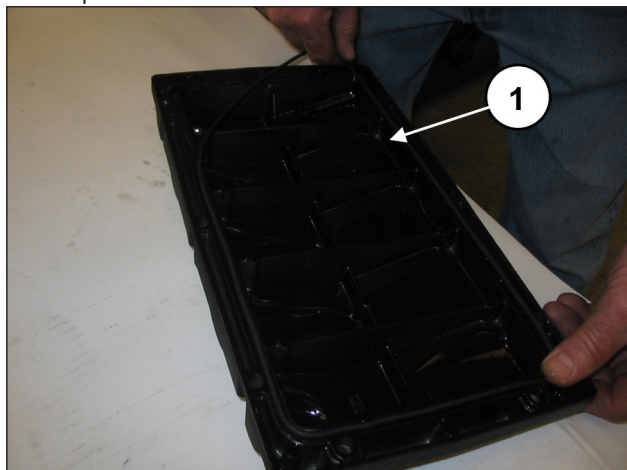
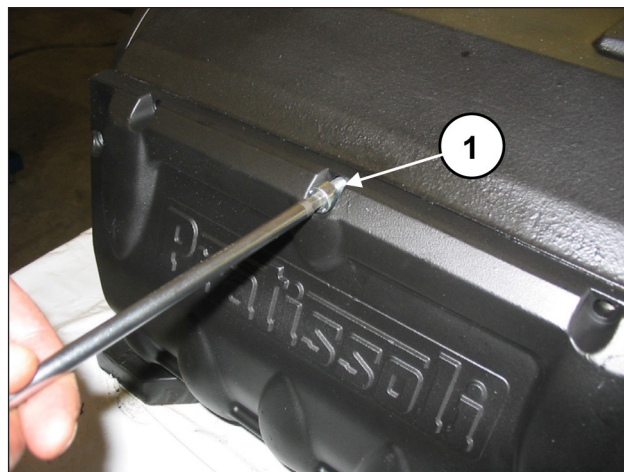

Fig. 74
Fig. 75
Introducir la junta tórica en la tapa posterior (pos. ①, Fig. 74) y fijarla al cárter con los 10 tornillos M8x18 (pos. ①, Fig. 75).